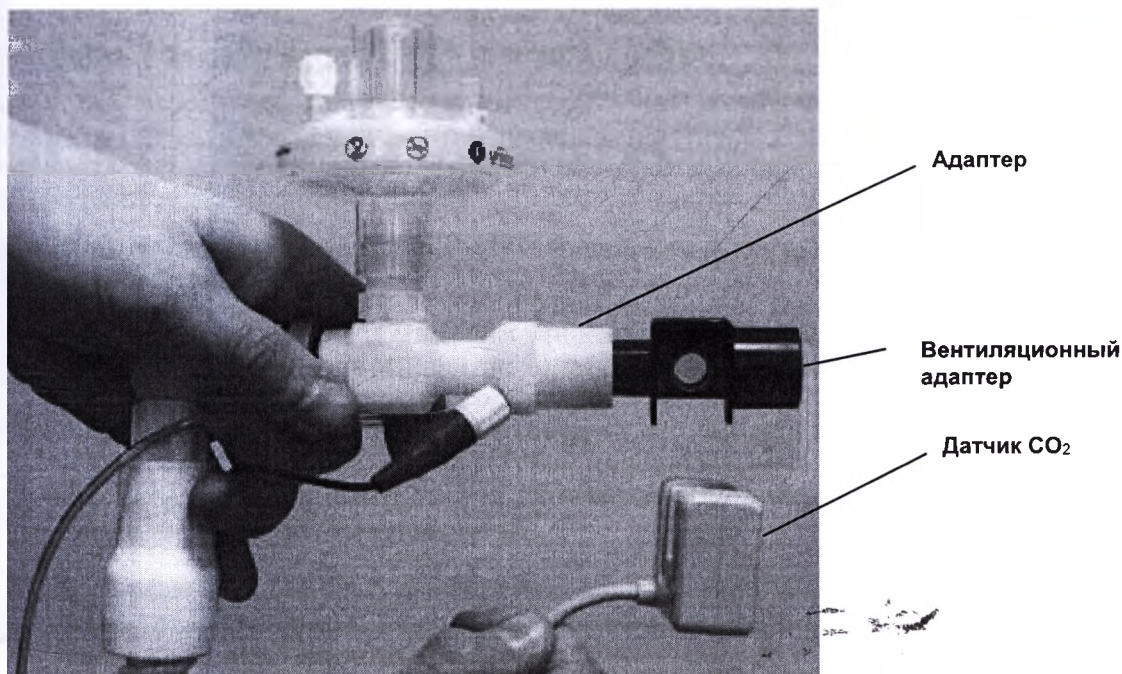

Рисунок 4-4. Схема подключения модуля капнографа прямого потока
- Подключить вентиляционный адаптер с датчиком CO₂ к адаптеру для эндотрахеальных трубок (см. рис. 4-4). Рекомендуется подключать адаптер непосредственно или как можно ближе к эндотрахеальной трубке для уменьшения мертвого пространства.